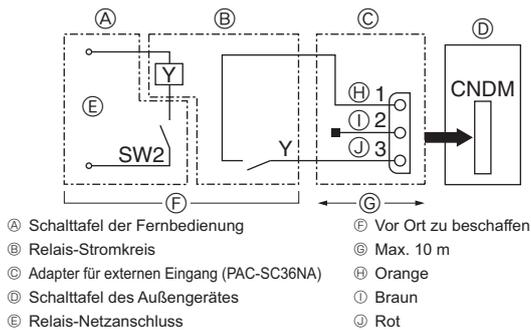

Fig. 9-2
① Vervollständigen Sie bei Verwendung des externen Eingangsadapters (PAC-SC36NA) (Als Sonderzubehör käuflich zu erwerben) den Stromkreis wie dargestellt.
9.2. Abruffunktion (Vor-Ort-Modifikation) (Fig. 9-2)